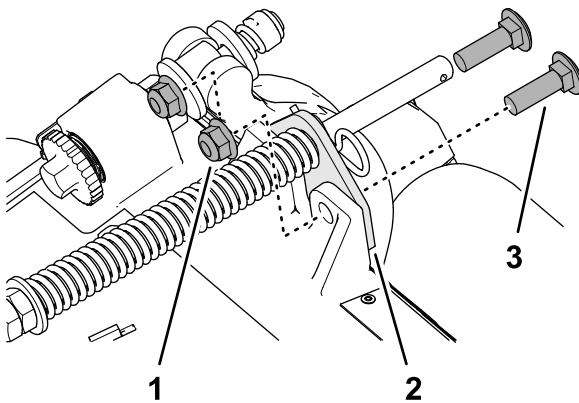

Figura 18
2. Îndepărtați cele 2 contrapiulițe cu guler ($\frac{3}{8}$ ") i cele 2 uruburi de fixare ($\frac{3}{8}$ " x $1\frac{1}{4}$ ") care fixează suportul de compensare pentru gazon pe cadrul unității de tăiere (Figura 18).